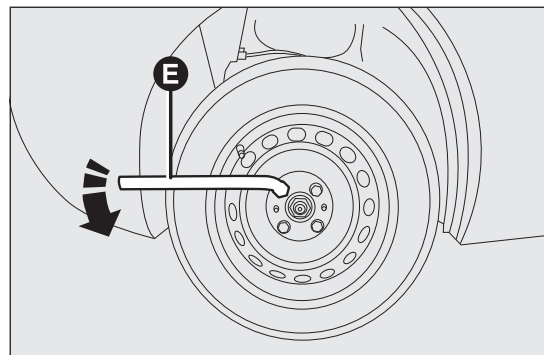

fig. 114
- desserrer d'environ un tour les boulons de fixation de la roue à remplacer à l'aide de la clé fournie E fig. 114 ;